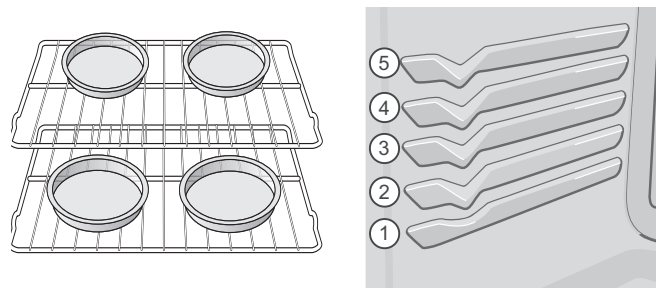

Figura 10: posiciones de las parrillas y espacio adecuado entre los utensilios
- Para obtener mejores resultados al hornear tortas o galletas con 2 parrillas, coloque los utensilios como se muestra en la figura 10 y ubique las parrillas en las posiciones 2 y 4. Deje al menos 2" (5 cm) de espacio entre los utensilios para una mejor circulación de aire.